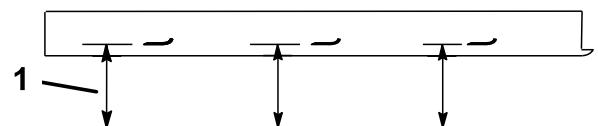

Рисунок 54
2. Измерьте расстояние от горизонтальной поверхности до режущих кромок ножей в положении А (Рисунок 54). Запишите результат измерения.